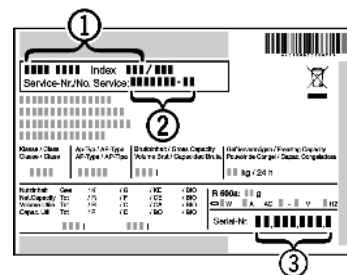

Fig. 10
- Relever la désignation de l'appareil *Fig. 10 (1)*, le n° de service *Fig. 10 (2)* et le n° de série *Fig. 10 (3)* sur la plaquette signalétique. Cette plaquette se trouve sur la paroi intérieure gauche de l'appareil.
- Informer le S.A.V. et lui communiquer la panne, la désignation de l'appareil *Fig. 10 (1)*, le n° de service *Fig. 10 (2)* et le n° de série *Fig. 10 (3)*.